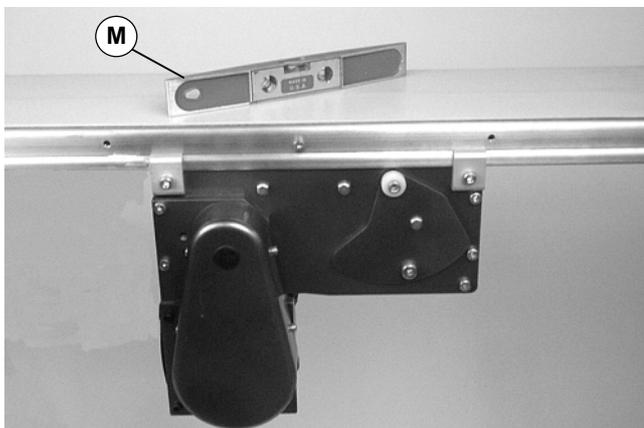

Abbildung 3
**HINWEIS:** Bandförderer MUSS gerade, flach und waagrecht innerhalb der geltenden Toleranzwerte montiert werden. Beim Zusammenbau eine Wasserwaage (M in Abbildung 3) benutzen.